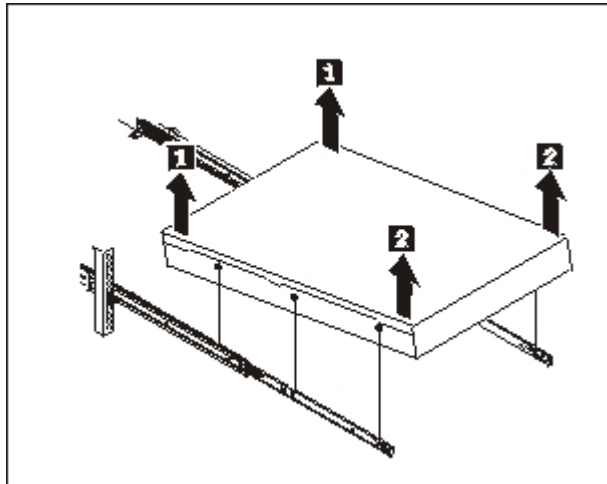

図 30. アプライアンスを持ち上げてスライド・レールから外す
2. 72 ページの図 30 に示すように、スライド・レールからアプライアンスを持ち上げて外します。